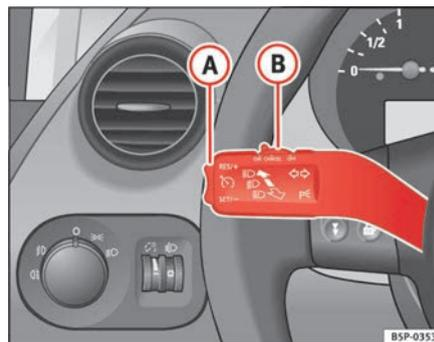

Abb. 147 Blinker- und Fernlichthebel: Schalter und Wippe für die Geschwindigkeitsregelanlage
- Drücken Sie den oberen Teil der Wippe **RES/+** ⇒ Abb. 147 **(A)**, um die Geschwindigkeit zu erhöhen. Solange Sie die Wippe gedrückt halten, beschleunigt das Fahrzeug. Sobald Sie die Wippe loslassen, wird die neue Geschwindigkeit gespeichert.
Wenn Sie die gespeicherte Geschwindigkeit durch Treten des Bremspedal verringern, ist die Regelung der gespeicherten Geschwindigkeit ausgeschaltet. Sie können durch einmaliges Drücken des oberen Teils der Wippe **RES/+** ⇒ Seite 181, Abb. 147 **A** die Regelung wieder aufnehmen.